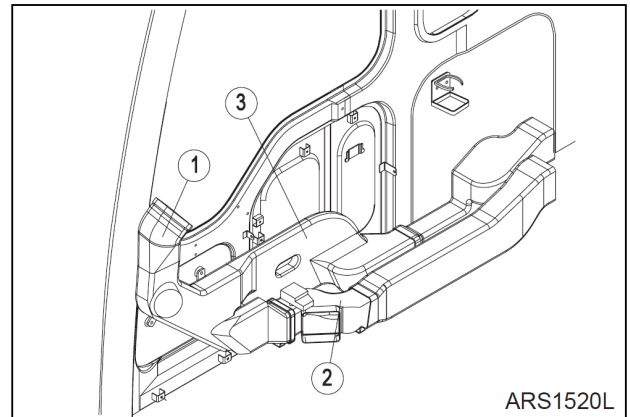

Рис. 3
16. Снять воздуховод (1, 2 и 3, рис. 3) с правой стороны кабины. Перед снятием воздуховода (2) отсоединить его разъем электропроводки.